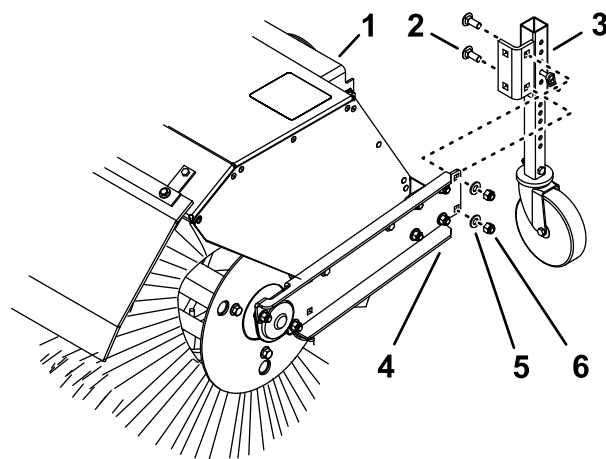

Figura 21
Para trabajar en la nieve, mueva las ruedas giratorias desde la parte delantera de los brazos del cepillo hasta la parte trasera de la cubierta del cepillo (Figura 21).
2. Retire las 2 contratuercas, las 2 arandelas y los 2 pernos de cuello cuadrado (Figura 21) que sujetan el soporte de la rueda giratoria al brazo del cepillo.
3. En la parte trasera de la cubierta del cepillo, alinee los orificios del soporte de la rueda giratoria con los orificios del lado interior del brazo del cepillo (Figura 21).
4. Sujete el soporte de la rueda giratoria al brazo del cepillo con las 2 contratuercas, 2 arandelas y 2 pernos de cuello cuadrado (Figura 21).